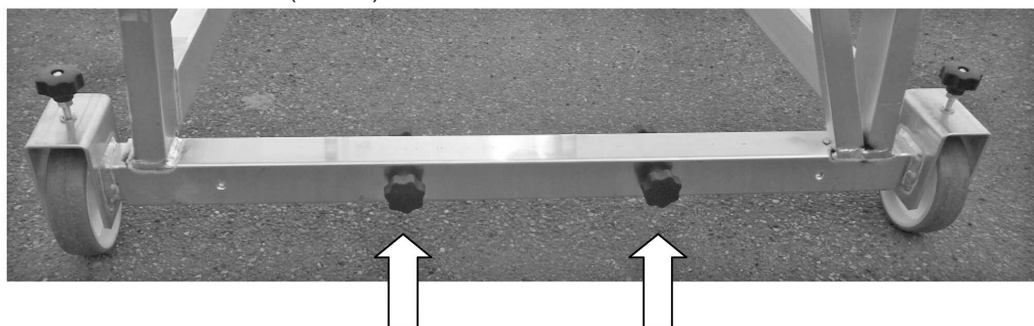
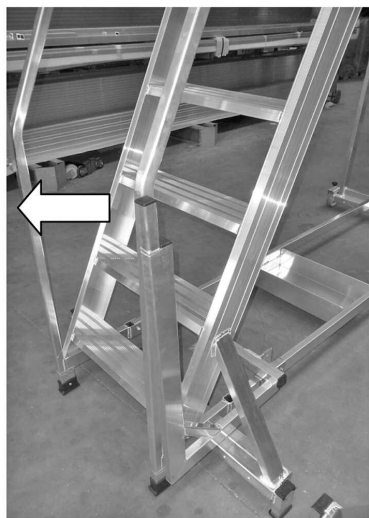

Figura 05
Figura 06
- Nella versione con **SISTEMA DI MOVIMENTAZIONE A LEVA** tirare a se la maniglia del leverismo (vedere figura 05) e bloccare la maniglia ruotando l'apposito braccetto (vedere figura 06) - **È ASSOLUTAMENTE VIETATO ACCEDERE AI GRADINI CON LA RUOTA DEL MECCANISMO POSIZIONATA A TERRA.**